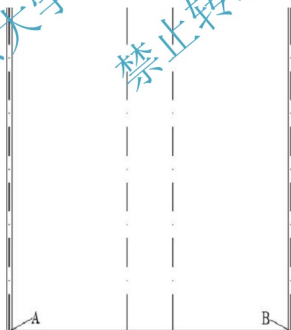

图 4.87 绘制 AB 辅助线
(1) 将【梁板】图层设置为当前层并绘制一条水平线，线的起点和终点分别在图 4.86 所示的 A 和 B 处，结果如图 4.87 所示。